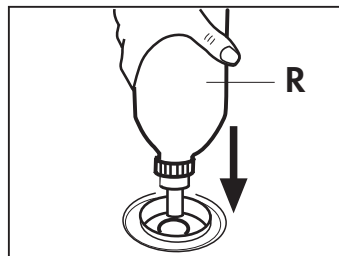

Fig. 5
- capovolgere la bottiglia sul foro della caldaia vuotare l'acqua all'interno di essa; per fare questo occorre disinserire il dispositivo di sicurezza premendo il tappo verso la bottiglia; (**Fig. 5**) . Una volta raggiunto il livello di riempimento, la bottiglia cessa automaticamente di immettere acqua.
- Successivamente, quando la caldaia è piena d'acqua, chiudere questa con il tappo (E) ruotandolo in senso orario, assicurandosi che sia ben serrato.